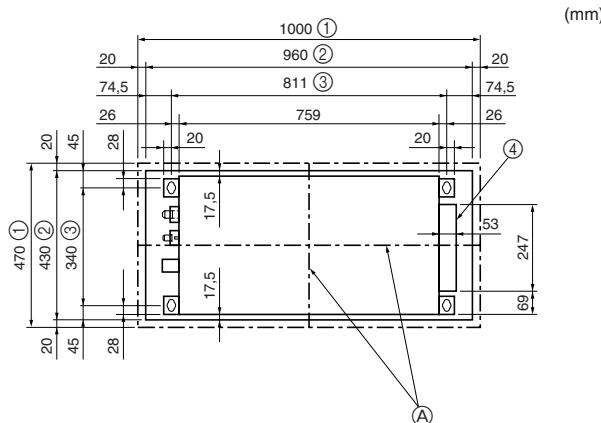
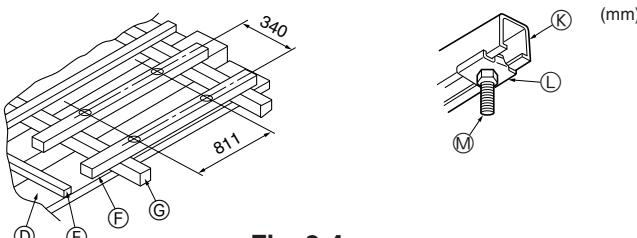

Fig. 2-3
Fig. 2-4
2.3. Ouvertures dans le plafond et emplacement des boulons de suspension (Fig. 2-3)
- ① Côté extérieur de la grille
- ② Ouverture dans le plafond
- ③ Hauteur du boulon
- ④ Boîtier électrique
① Structures en bois (Fig. 2-4)